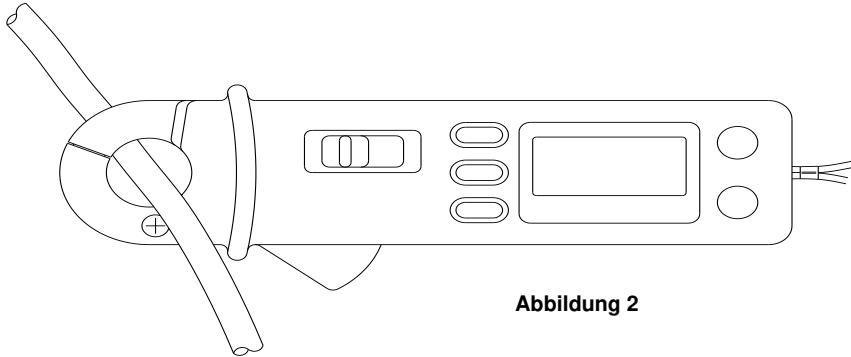

Abbildung 2
4. Bei einem positiven Messwert bei Gleichstrommessungen fließt der Strom von oben nach unten (siehe Abb. 2).